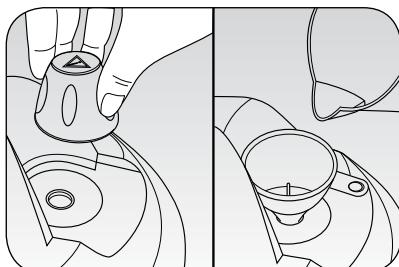

Fig. 1
Abra a tampa de segurança (L) e, utilizando o funil (2) fornecido, introduza aprox. dois doseadores (1) de água na caldeira (I) (Fig. 1).